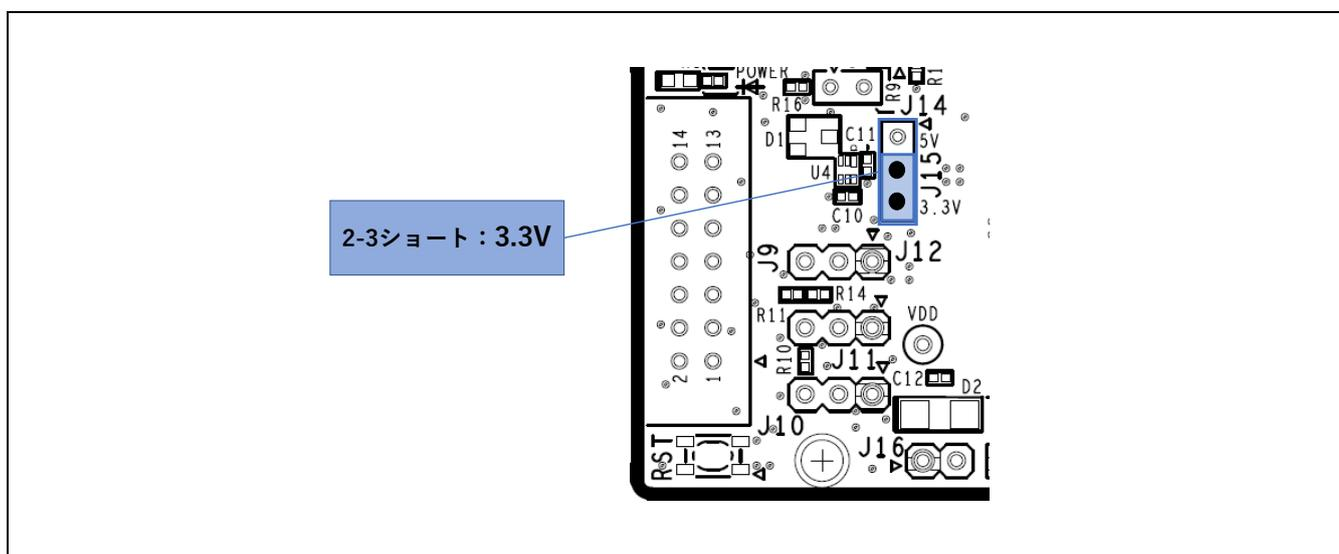

図 5-6: 3.3V 使用時のヘッド設定(部品面)
- J15 2-3 ショート：3.3V 電源を選択。(図 5-6)